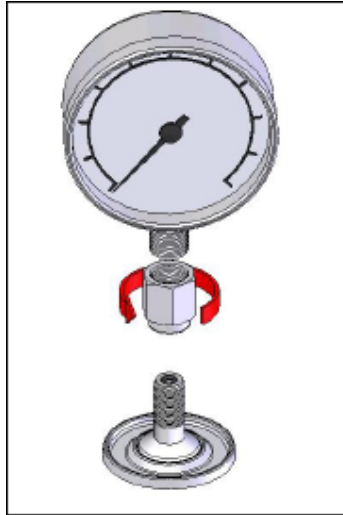

Figura 9. Parafuso no Adaptador do manômetro
1. Aparafuse o adaptador apropriado do manômetro completamente à UUT, veja a Figura 9.